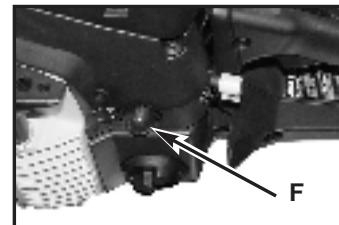

Fig. 4
3. Pump primer bulb 10 times (Fig. 4).